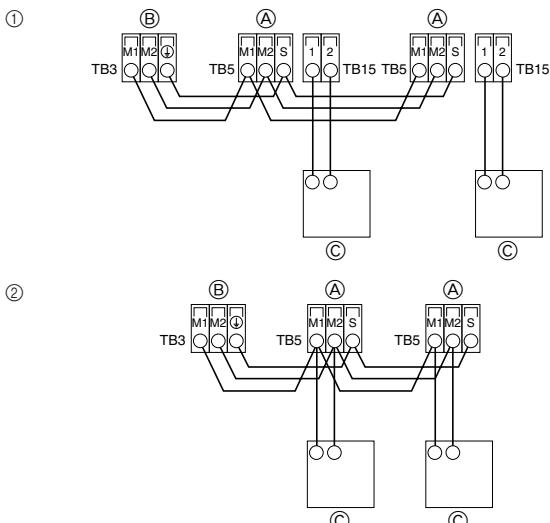

Fig. 4-2
4.2. De afstandsbediening en de transmissiekabels voor het binnen- en buitenapparaat aansluiten (Fig. 4-2)
① MA-afstandbediening
- ② M-NET-afstandbediening